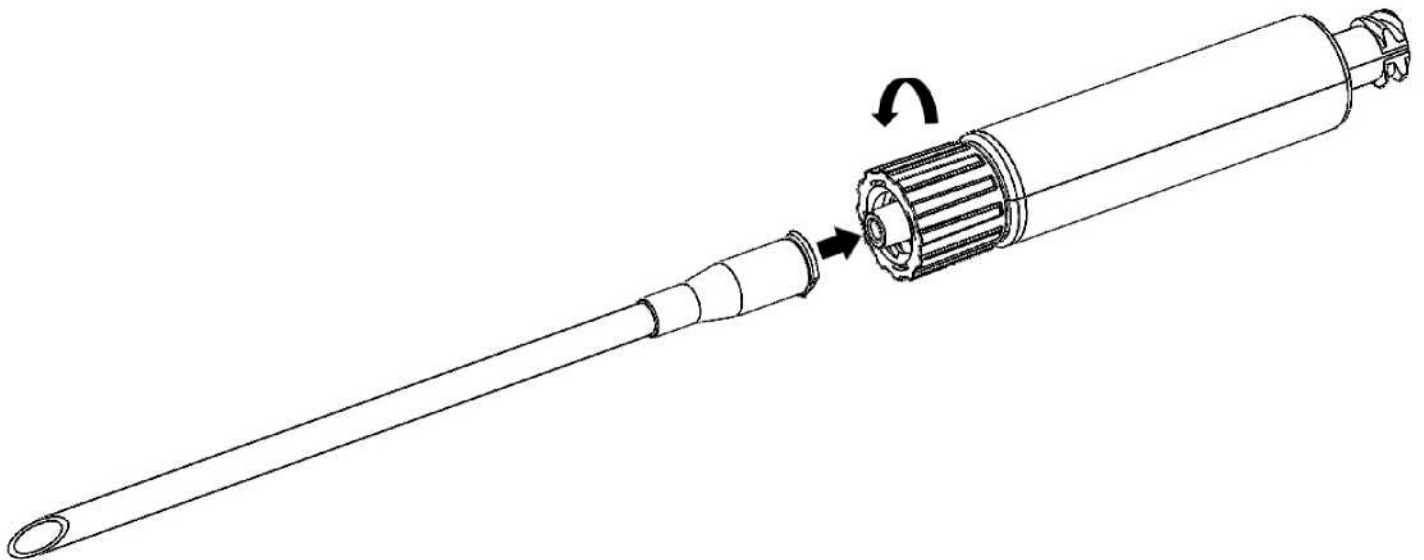

Figure 2. Connexion de l'aiguille de décompression/du dispositif de thoracostomie au Capnospot
5. Raccorder le connecteur Luer mâle du Capnospot au connecteur Luer femelle d'une aiguille ou d'un dispositif de thoracostomie, comme indiqué dans la figure 2 ci-dessous.